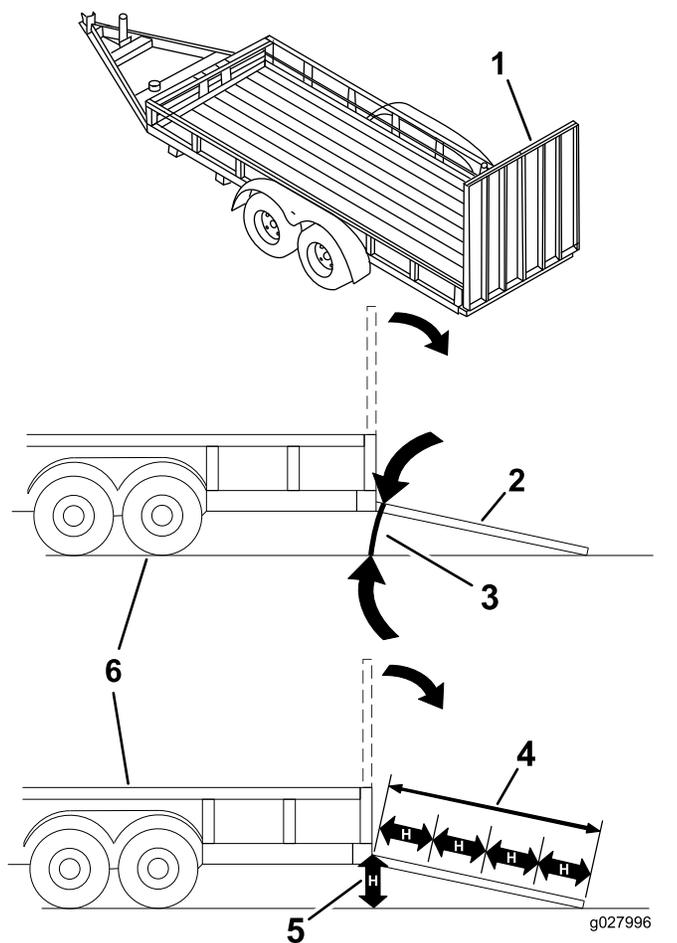

Figura 33
Quando si carica la macchina su un trailer o un autocarro si aumenta il rischio di ribaltamento, che può causare gravi ferite ed anche la morte (Figura 33).
3. Abbassate la rampa, assicurandovi che l'angolazione tra la rampa e il terreno non superi 15 gradi (Figura 33).
1. Abbassate la rampa, assicurandovi che l'angolazione tra la rampa e il terreno non superi 15 gradi (Figura 33).